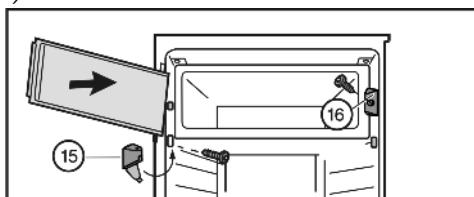

Fig. 8
- ▶ Монтирайте затварящия елемент Fig. 8 (16).
- ▶ Монтирайте лагерната стойка Fig. 8 (15) и затворете капака.